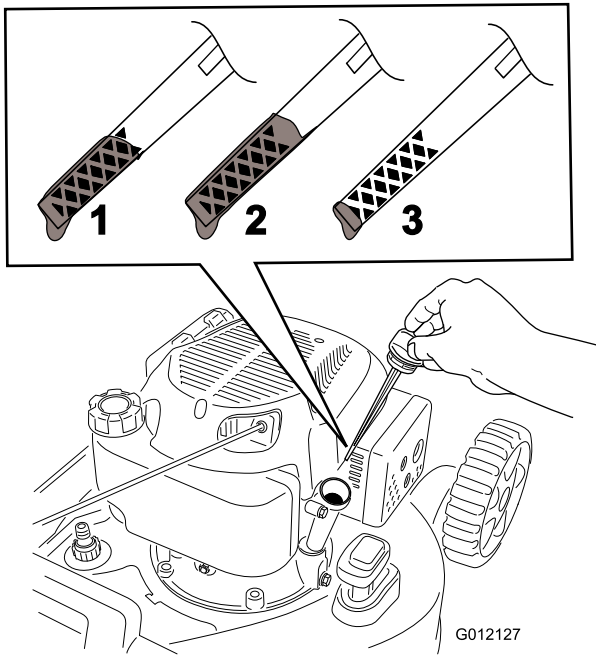

Figure 21
9. Sortez de nouveau la jauge et vérifiez le niveau d'huile (Figure 21).